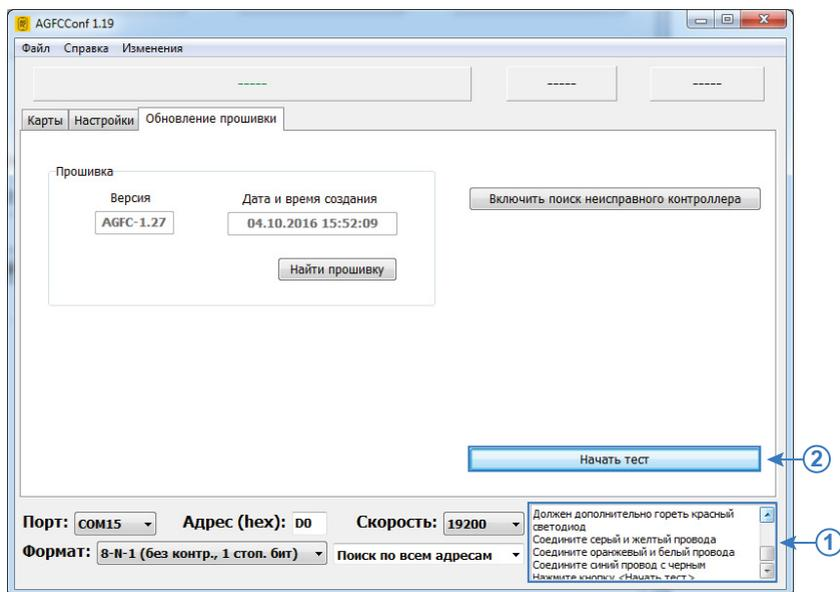

Рис.27. Тест входов и выходов.
- Выполнить действия согласно инструкции, которая появится в окне состояния (Рис.27, п.1):
- Нажать кнопку «Начать тест» (Рис.27, п.2).